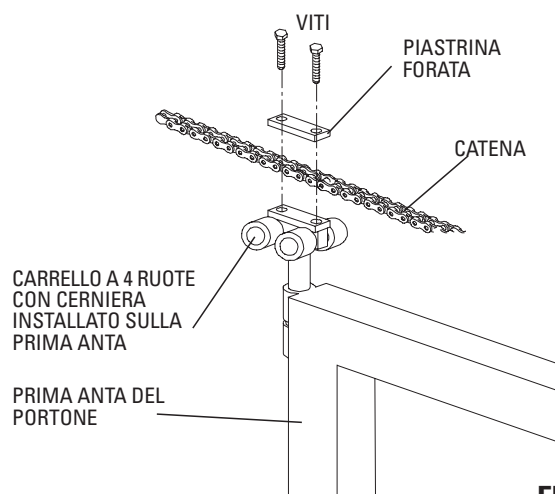

FIG. 11
- Determinare la lunghezza effettiva della **catena** tenendo in considerazione che in **battuta di arresto delle ante in apertura venga lasciato uno spazio adeguato per gli attacchi del portone alla catena** (Fig.7) e (Fig.11).
- Per il collegamento dei portoni alla catena si consiglia di utilizzare una **piastrina forata** e **due viti** da inserire tra i perni della catena e avvitati sul **carrello di guida** già predisposto e collegato alla prima anta da muovere dei portoni a libro (Fig.11):